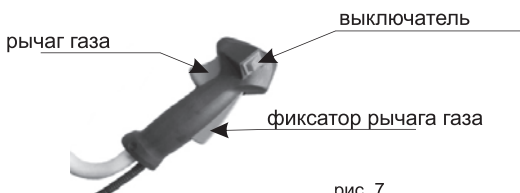

рис. 7
2. Переведите кнопку включения (Рис.7) в положение «Остановка» («0»).